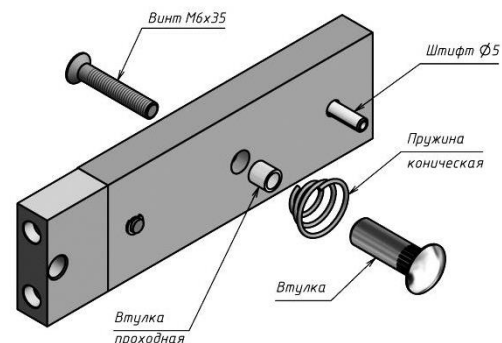

Рисунок 2 - Комплект крепления якоря
- винт М6х16 (потайн.) под ключ S4 (11)..... 1 шт.
- якорь (12)..... 1 шт.
- пружина коническая (13) (из комплекта крепления якоря)..... 1 шт.
- пластина крепления якоря (14)..... 1 шт.
- комплект крепления якоря (рисунок 2)..... 1 шт.
- с помощью комплекта крепления якоря с отверстиями в двери для винта крепления якоря и фиксирующего штифта (рисунок 2);